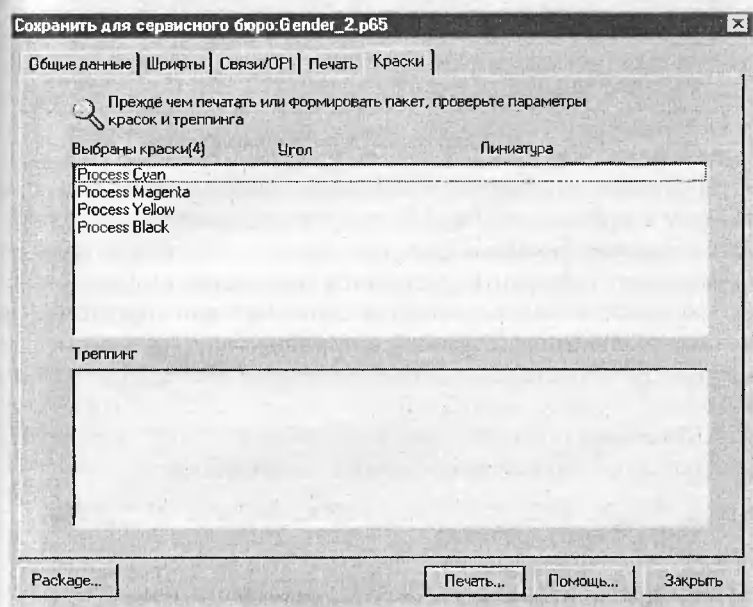

Рис. 2.110. Вкладка *Краски* диалогового окна
- *Краски* – вкладка служит для отображения используемых в публикации красок, а также параметров треппинга, если он был выполнен в PageMaker (см. рис. 2.110).